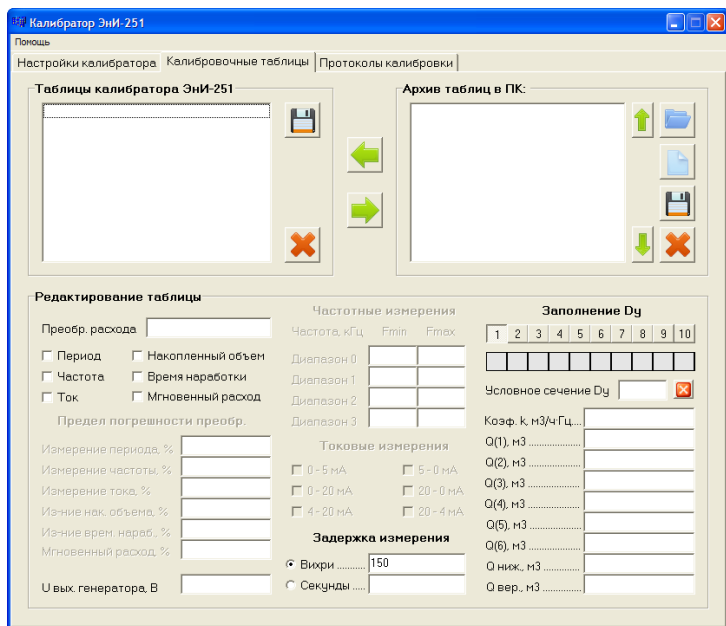

Рис. 5.4.3 - Работа с калибровочными таблицами
5.4.4 Для работы с калибровочными таблицами (создание, редактирование, удаление, сохранение) как в памяти калибратора, так и на жестком диске ПК необходимо открыть вкладку «Калибровочные таблицы» (Рис. 5.4.3).